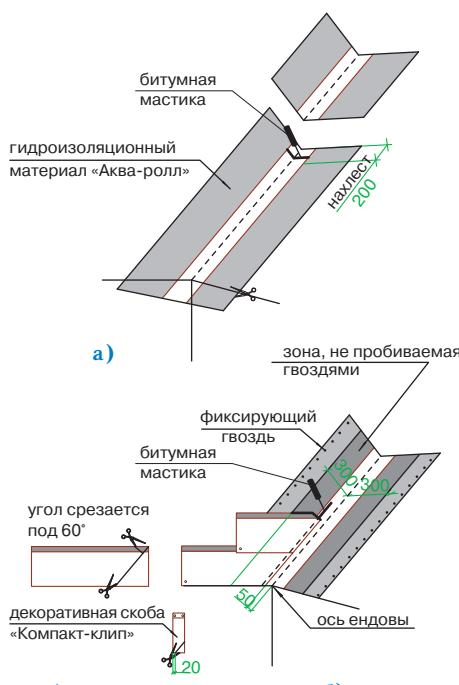

Рис. 3
Ендова (рис. 3)
- ровно по центру ендова расстилается специальный рулонный материал «Аква-ролл», фиксируется в верхней части двумя гвоздями и обрезается в нижней части по линии карниза (рис. 3а);
Внимание: 1. «Аква-ролл» должен доходить до линии конька и заводиться за нее. 2. «Аква-ролл» укладывается с нахлестом 20 см, место нахлеста тщательно обрабатывается битумной мастикой (рис. 3а).
- непосредственно перед укладкой в ендово черепицы, защитная пленка с лицевой стороны «Аква-ролла» снимается и на самоклеящуюся поверхность укладываются листы черепицы, обрезанные в соответствии с заранее отбитыми линиями (рис. 3б);
Внимание: 1. Необходимо также подрезать верхний уголок обрезанного края листа (см. рис. 3в) для правильного стока воды.
2. Крепление обрезанного листа к медной части «Аква-ролла» осуществляется при помощи сплошной полосы битумной мастики (рис. 3б).
4. В случае, если скоба «Компакт-клип» приходится на место обреза листа, можно либо обрезать накладку, оставив минимум 2 см в нижней части (рис. 3в), либо произвести укладку листов без использования накладки.